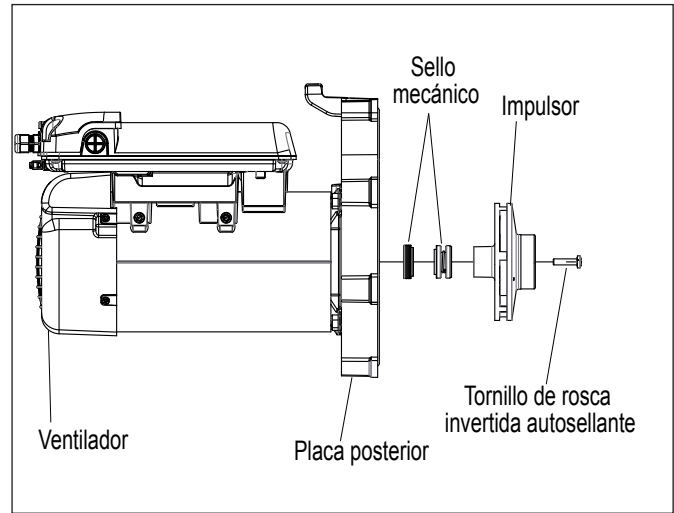

Figura 13. Retire el impulsor, motor A.O. Smith
7. Retire la tapa del ventilador en la parte trasera del motor quitando los tornillos. (Véase las Figura 13.) El eje del motor y el ventilador quedarán a la vista.
8. Sostenga el eje expuesto del motor con un destornillador plano ancho de ½" mientras retira el tornillo central del impulsor. Utilice un destornillador de punta estrella N° 3 y gire el tornillo de rosca izquierda hacia la derecha para aflojarla. Véase las Figura 13.